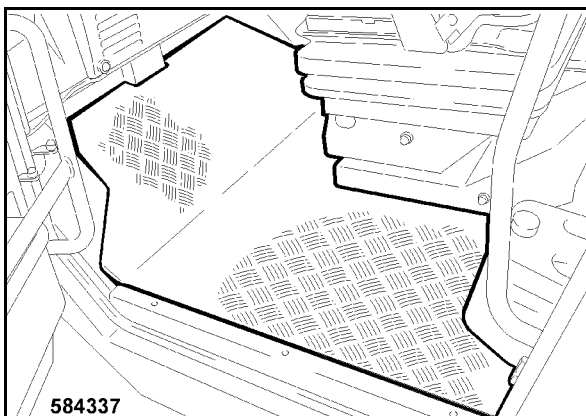

Fig. 220
- Insert the foot mat 1 (Fig. 220).